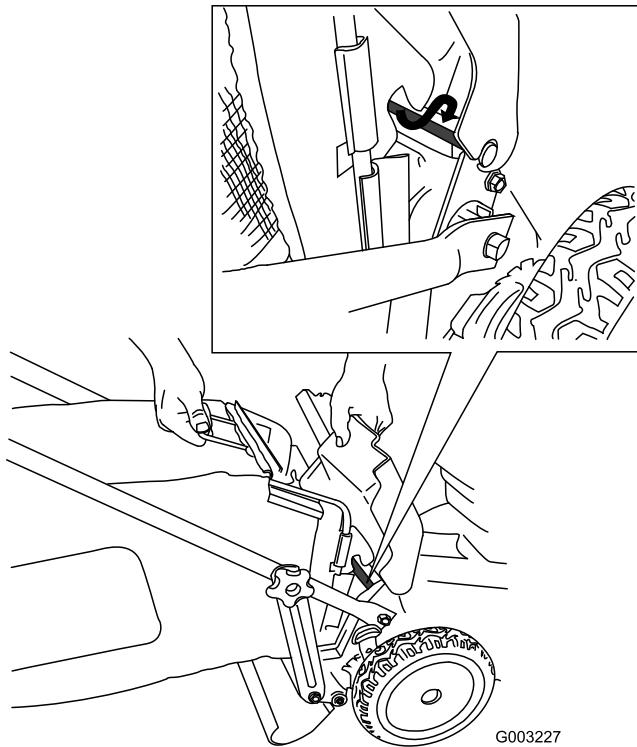

Figure 26
4. Montez le bac sur la tige du volet (Figure 26).